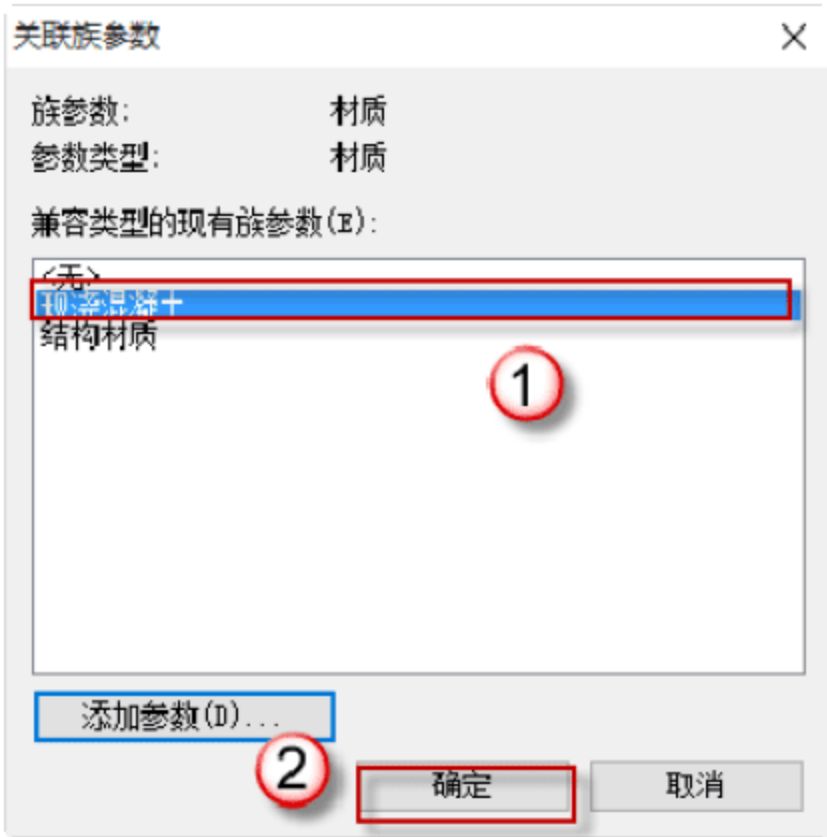

图 4.1.35 关联族材质参数
(10) 关联族材质参数，选中添加新的材质参数“现浇混凝土”类型，单击“确定”按钮，如图 4.1.35 所示。